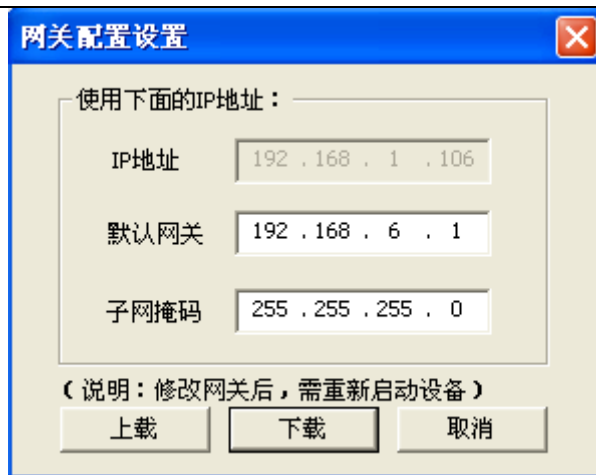

图 4.3.9 默认网关配置
- 在控制管理器中，配置默认网关的界面如图 4.3.9 所示。